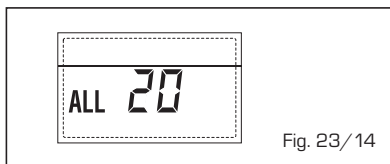

Fig. 23/14
**- ANOMALIA AVARIA SONDA IMPULSÃO PRIMEIRA ZONA MISTURADA "ALL 21"** (fig. 23/15)